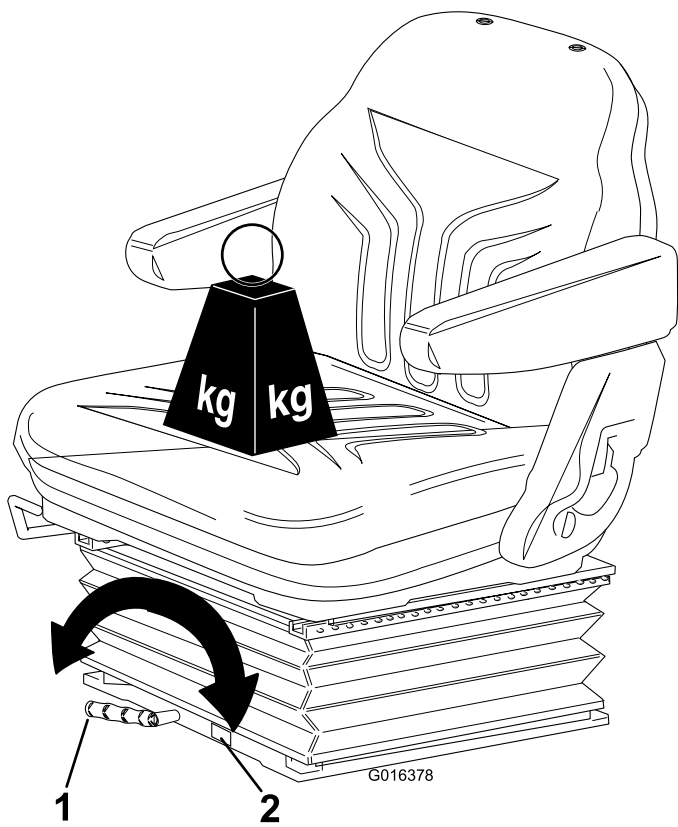

Figura 12
- **Ajuste según el peso del operador:** Gire la palanca en el sentido de las agujas del reloj para aumentar la rigidez de la suspensión, y en el sentido contrario para reducirla. El dial indica el ajuste óptimo de la suspensión según el peso del operador (kg) (Figura 12).